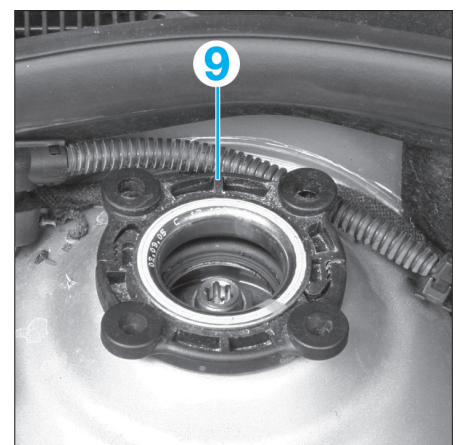

FIG. 3
- Déposer le circlips (9) de retenue supérieure de l'amortisseur en maintenant l'élément de suspension (fig. 3).